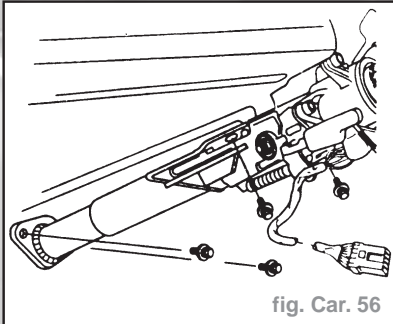

fig. Car. 56
- les vis d'arrêt de la colonne de direction sur plancher et traverse - La colonne de direction demeure dans le véhicule (fig. Car. 56).